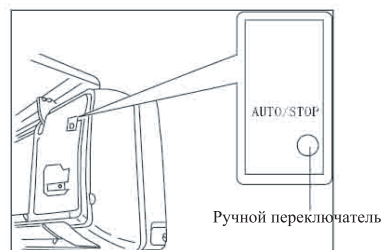

Рис. 5.6
- В случае утери или выхода из строя беспроводного пульта управления возможно включение/выключение кондиционера при помощи аварийного переключателя см. рис. 5.6.